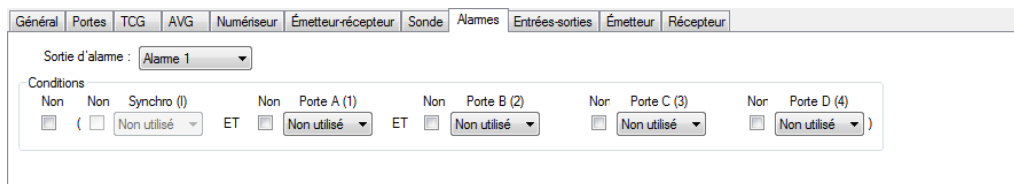

Figure 4-66 Onglet Alarmes
- Configurez les alarmes dont l'enclenchement lancera l'enregistrement du A-scan dans l'onglet **Alarmes** de la barre de dialogue **Réglages ultrasons**. Vous pouvez configurer trois différentes alarmes, dont toutes ont le même effet (voir la Figure 4-66 à la page 306).